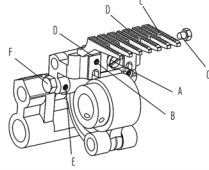

图28 (Fig.28)
送布牙的调整：(图28)
- 1.拧松送布牙 (C) 的固定螺钉 (A)。
- 2.上下移动送布牙 (C) 使符合上述条件时，再锁紧螺钉 (A)。
- 3.将高度固定销 (D) 的固定螺钉 (B) 松开，调整固定销直到送布牙的底部再锁紧螺钉 (B)。(图28)
- 4.此时应该确认送布牙 (C) 左右方向的平行。
For adjustment: (Fig.28)
1. Loosen screw (A) on Feed Dog (C)。
2. Move Feed Dog (C) up and/or down to meet above requirement then tighten screw (A)。
3. Loosen screw (B) and move stop pin (D) upward to the bottom of Feed Dog (E), then tighten screw (B) (Fig.28)
夹紧螺栓(F), 将螺帽(G)放松, 调整送布牙螺钉(E), 使送布牙(C)与针板平行(图28)再锁紧螺帽(G)。
Holding screw nut (F) firmly and loosen screw (G) then to adjust screw (E) for the teeth surface of Feed Dogs, is paralleled needle plate (Fig.28)